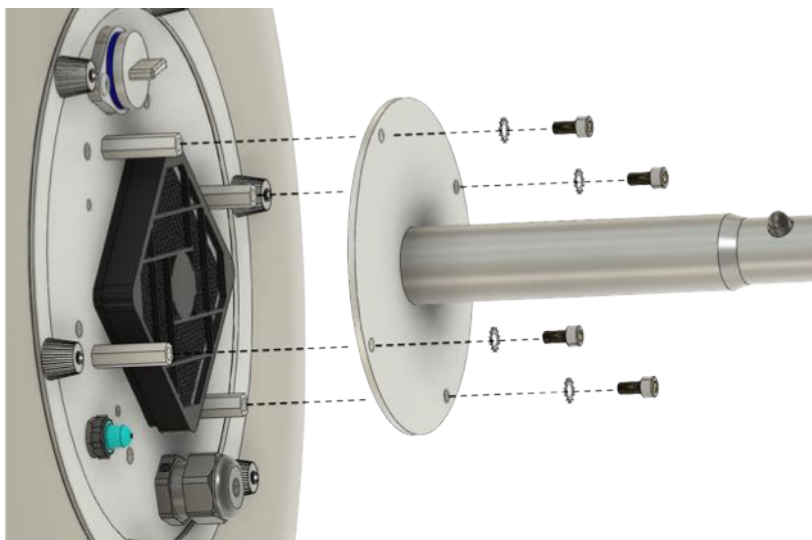

Abb. 10
1. Lösen Sie die Stativaufnahme durch Entfernen der 4 Stück Innensechskantschrauben (Abb. 10).